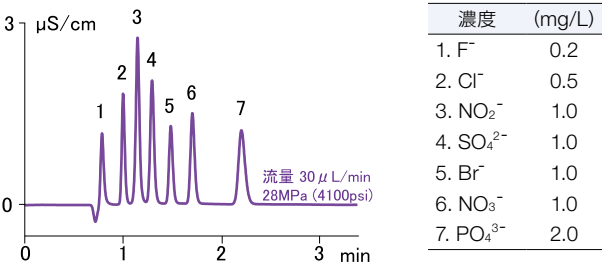

図6：キャピラリー条件での高速分析
0.4 mm内径のキャピラリーカラムを使用したクロマトグラムを図6に示します。流量を30 $\mu\text{L}/\text{min}$ にすることで、PO₄まで2.5分で分析できます。なお、キャピラリー条件の流量30 $\mu\text{L}/\text{min}$ は、スタンダードボアでの3.0 mL/minに相当します。